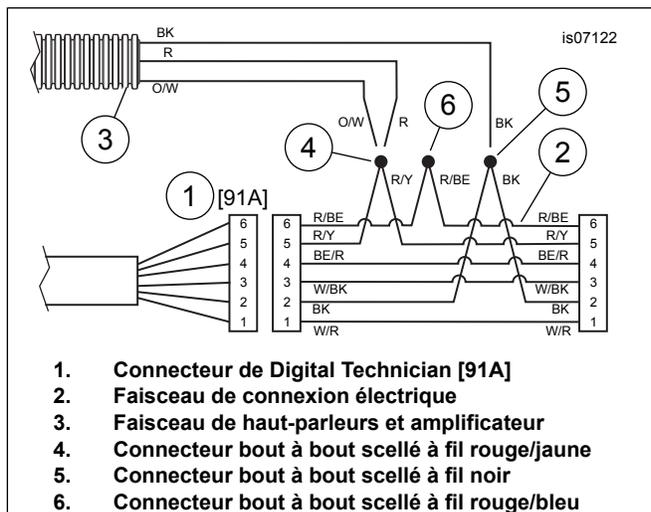

Figure 4. Schéma de câblage, faisceau de haut-parleurs/amplificateur au faisceau de connexion électrique
- Voir Figure 4. Repérer le connecteur Digital Technician [91A] (élément 1, connecteur mâle Deutsch gris à six voies avec gaine en caoutchouc) sous la selle. Placer le faisceau de connexion électrique (2) au niveau du connecteur de Digital Technician, mais NE PAS les connecter pour le moment.
- Acheminer le faisceau de haut-parleurs et d'amplificateur (3) vers le faisceau de connexion électrique. Couper les fils de haut-parleur et d'amplificateur à une longueur appropriée pour atteindre facilement les connecteurs bout à bout scellés (4 et 5) sur le faisceau de connexion électrique.
- Épisser les fils rouge et orange/blanc de haut-parleurs et amplificateur sur le connecteur bout à bout scellé du fil **rouge/jaune** (4) dans le faisceau de connexion électrique.
- Épisser le fil noir de haut-parleur et d'amplificateur sur le connecteur bout à bout scellé à fils **noir** (5) du faisceau de connexion électrique.
- Utiliser le dispositif de chauffage pour sceller l'extrémité ouverte du connecteur bout à bout scellé (6) sur les fils **rouge/bleu** du faisceau de connexion électrique.
4. Consulter les instructions détaillées sur les connexions épissées étanches dans le manuel d'entretien. Si le faisceau de fils (n° de pièce 69200722) a déjà été épissé, couper les épissures existantes. Voir Figure 4 pour la configuration à épissures multiples. Si le faisceau de fils (n° de pièce 69200722) a été épissé lors d'un montage antérieur, s'assurer que le connecteur Molex à 8 contacts est déconnecté du connecteur [4] du véhicule.